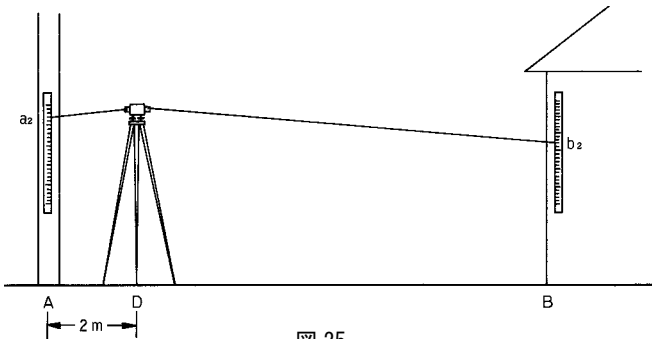

図 25
3. 次にレベルを A 点から 2m 離れた D 点に移動して据え付けます。(図 25)